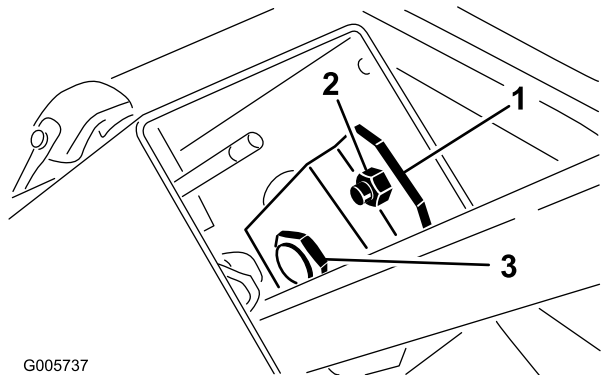

Figure 75
1. Retirez le bouton de la tige du frein de stationnement et les vis autotaraudeuses du couvercle de la colonne de direction. Faites coulisser le couvercle en haut de l'arbre de direction pour exposer le support de pivot (Figure 75).
2. Desserrez le petit écrou et tournez le support de pivot jusqu'à ce qu'il serre le gros écrou situé dessous (Figure 75). Resserrez le petit écrou.